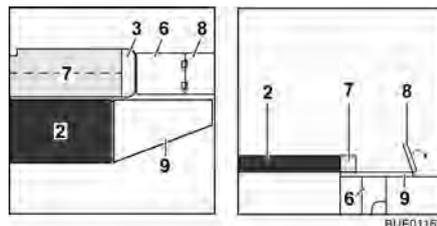

Fig. 119 Pendant la transformation
- Faire ressortir la rallonge du coffre de banquette (Fig. 119,6).
- Rabattre vers l'extérieur la rallonge du plateau d'assise (Fig. 119,8).
- Relever le coussin supplémentaire (Fig. 119,7) et le placer sur la table.
- Accrocher la rallonge latérale de lit (Fig. 119,9) dans les supports sur les banquettes.